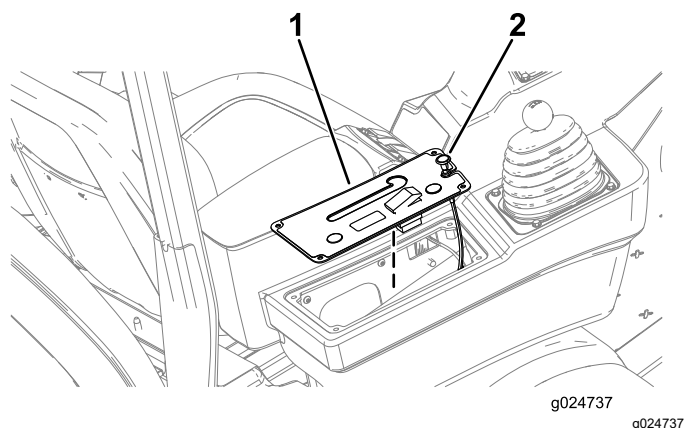

Figura 14
3. Levante la tapa del panel de control y el control del estérter (Figura 14).